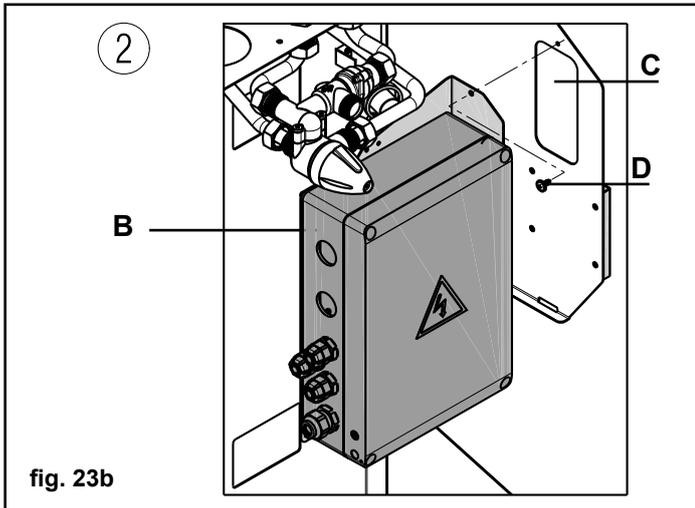

fig. 23b
- Agganciare la scatola (B) all'apertura (C) sul lato dello schienale in lamiera utilizzando l'apposito gancio. Quindi fissarla con la vite (D) (fig. 23b - 23c).